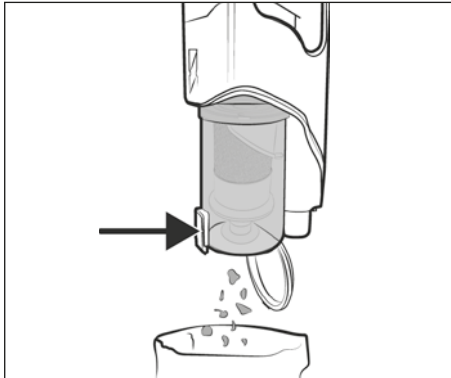

Fig. 17
- 2) Sostenga el depósito de polvo **7** sobre el cubo de la basura y pulse el botón de desencastre de la tapa del depósito de polvo **8**. Tras esto, se abre la tapa del depósito de polvo **9** y el contenido cae al cubo de la basura (consulte la fig. 17). A continuación, cierre la tapa del depósito de polvo **9**.